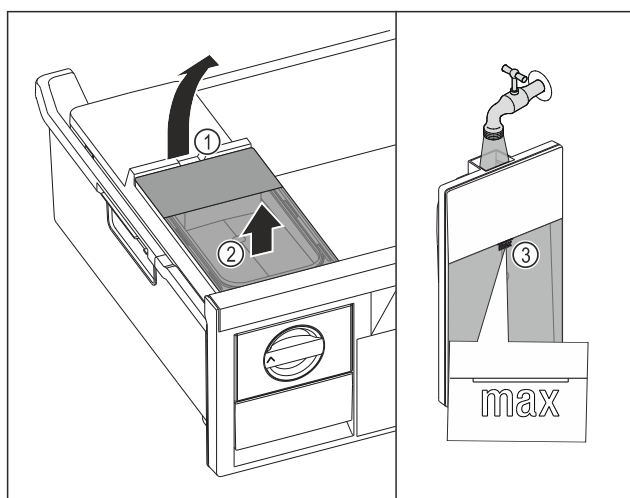

Fig. 213
- Ngrini lart depozitën e ujit duke e kapur nga foleja Fig. 213 (1).
- Hiqni depozitën e ujit për nga lart. Fig. 213 (2)
- Mbusheni depozitën e ujit me ujë të pijshëm deri te shenja Fig. 213 (3).